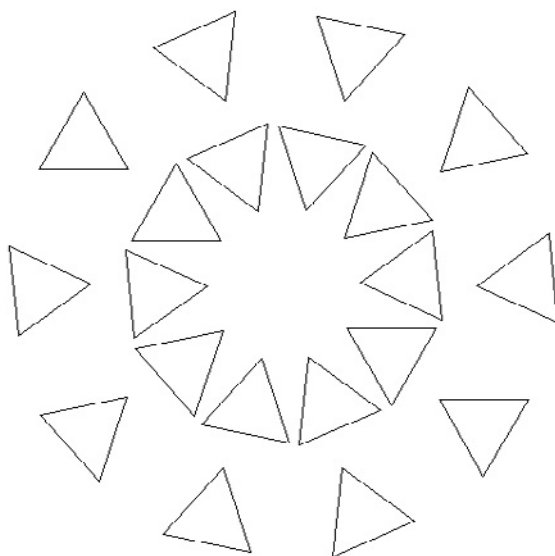

Рис. 6.13. Готовый круговой массив
- В поле **Число рядов** введите значение 2, чтобы добавить в массив еще один ряд, и нажмите клавишу **Enter** два раза. На экране появится созданный массив (рис. 6.13).